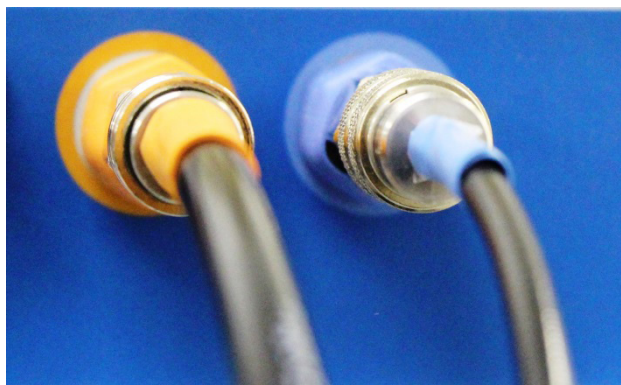

Рис. 13. Пневматические разъемы разного цвета
3. Вставьте соответствующие соединители в пневматические разъемы, как показано ниже на рис. 13. Скользящее кольцо в оранжевый разъем необходимо вставить вручную.